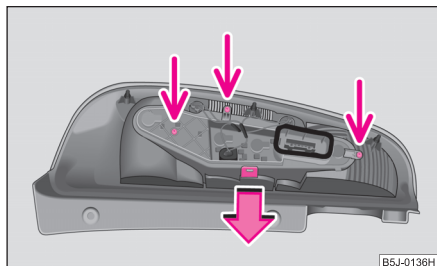

Fig. 193 Demontarea părții centrale a lămpii din spate
- Pentru accesul la becuri, deșurubați partea centrală a lămpii și apăsați piciorușul de fixare ⇒ fig. 193.
- Înșurubați partea centrală a lămpii din spate la loc în carcasă ⇒ fig. 193.